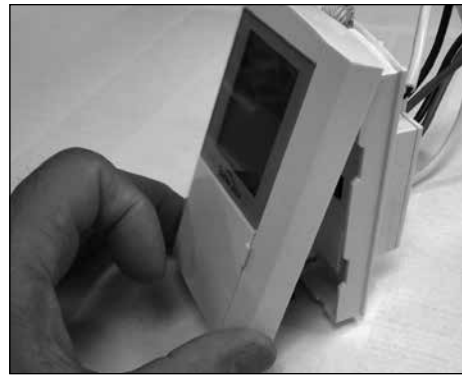

Figura 3
2. Afloje los tornillos de la cubierta y empujela suavemente por atrás, con el destornillador, Consulte la figura 3.